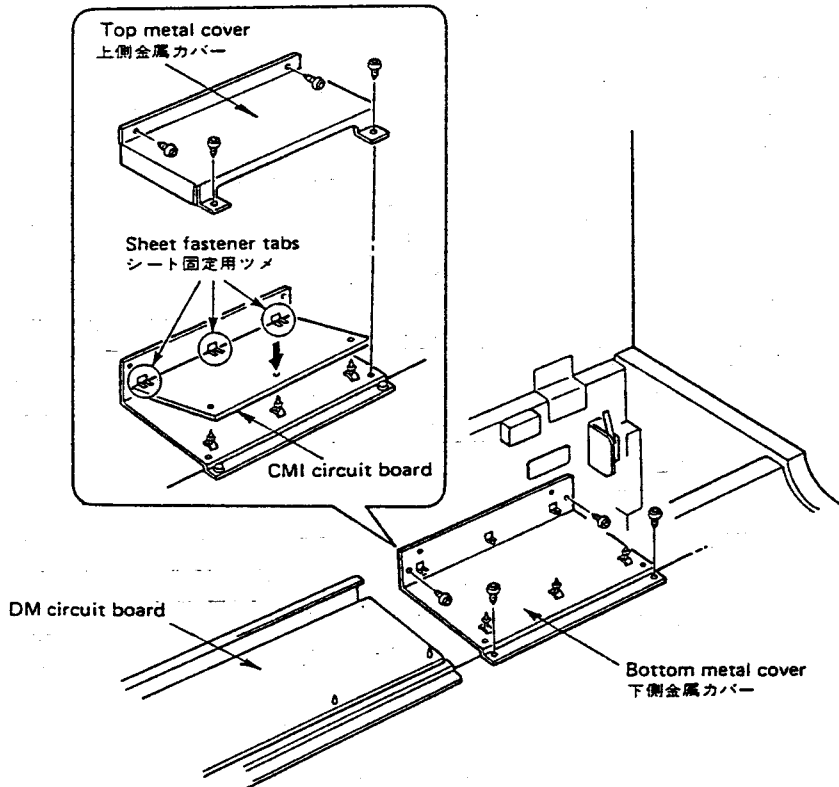

Fig. 2
- ③ As shown in Fig. 2, after attaching the bottom metal cover (4 screws), while inserting the CMI circuit board into the circuit board fastener tabs of the metal cover, push it into the forward support pins and secure it.
- ③ 図2のように下側金属カバー(ネジ4本)を取り付けた後、CMIシートを金属カバーのシート固定用ツメに差し込みながら、手前側のサポートピンに押し込み固定します。
- ⑧ As shown in Fig. 2, attach the top metal cover (4 screws) of the CMI circuit board.
- ⑥ DMシートのCN5に差し込まれている30Pの鍵盤フラットケーブルとCN7に差し込まれている3Pのダンパーコネクタを取りはずします。
- ⑧ 図2のようにCMIシートの上側金属カバー(ネジ4本)を取り付けます。